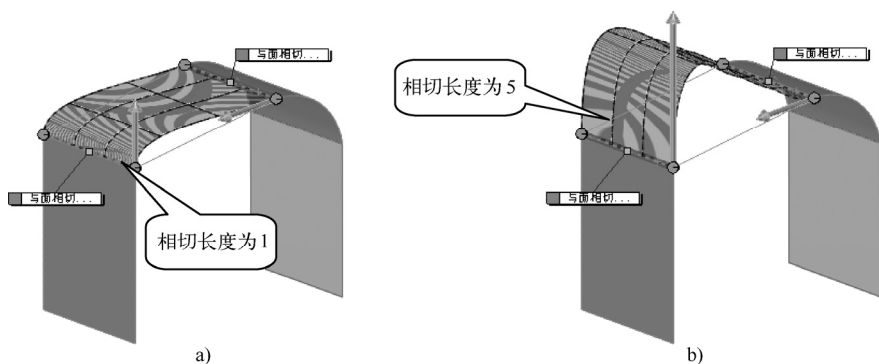

图 5-35 不同相切长度下的边界曲面
- “相切长度”文本框: 用于设置在边界曲线处, 相切幅值的大小, 其设置效果如图 5-35 所示。